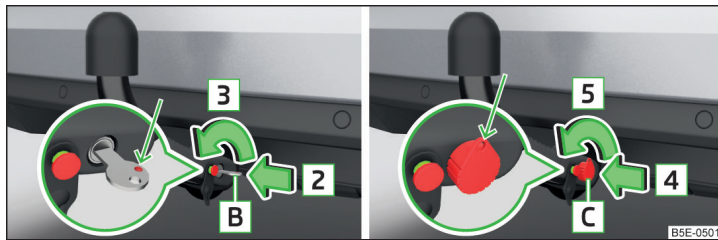

Fig. 306 Verrouiller la serrure : variante de clé 1 / variante de clé 2
- Tournez la clé **B** dans le sens de la flèche **3** de sorte que son marquage rouge soit orienté vers le haut » fig. 306.
- Tournez la clé **C** dans le sens de la flèche **5** de sorte à ce que l'œillet de la clé soit orienté vers le haut » fig. 306.